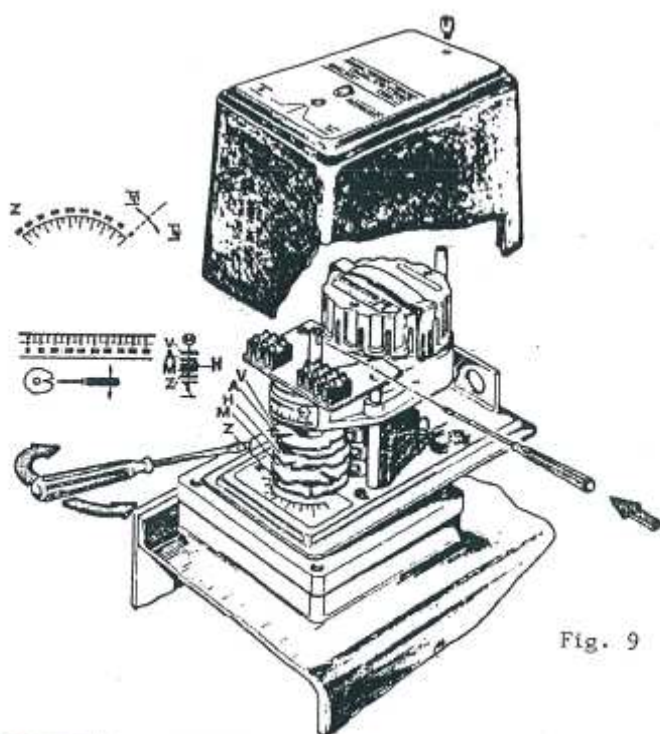

Рис. 9
- Положение кулачков можно регулировать отверткой, вставленной в паз. Во время этой операции удерживайте приводной вал небольшой отверткой, вставив ее в паз (см. рисунок 9).